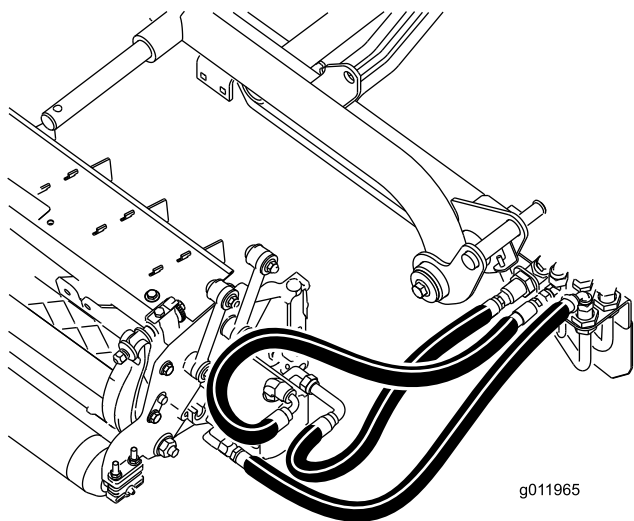

**Figura 20**
2. Deslice el bastidor de tiro de la unidad de corte sobre la barra de giro y fíjelo con un pasador de seguridad (Figura 20).